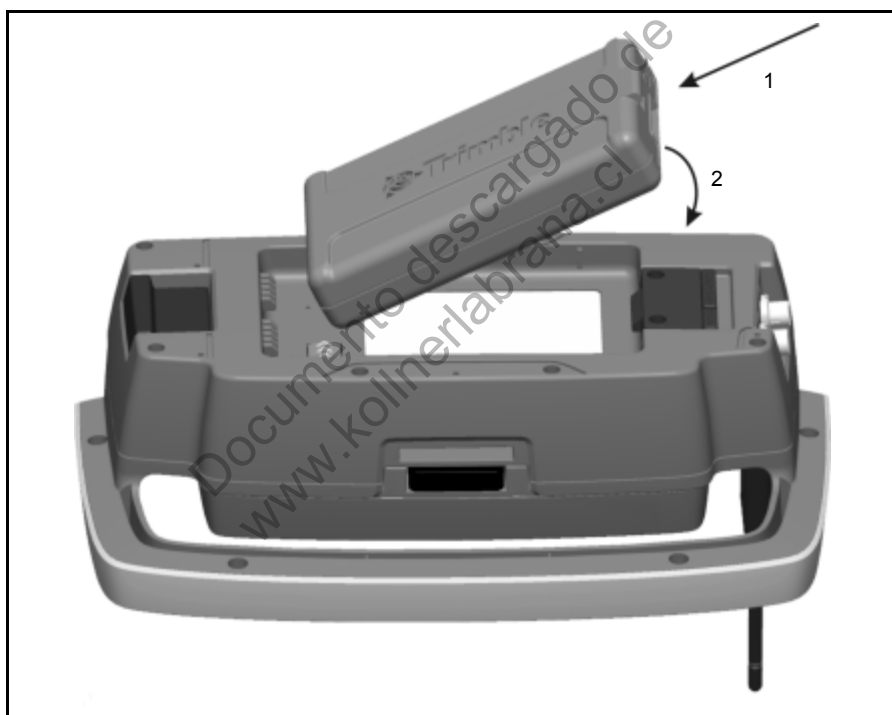

Figura 7.51 Colocación de la batería en el soporte robótico de Trimble
1. Coloque la batería sobre los ganchos del soporte (1).
2. Presione la batería sobre el soporte hasta que encaje perfectamente y haga clic (2). Véase la Figura 7.51.